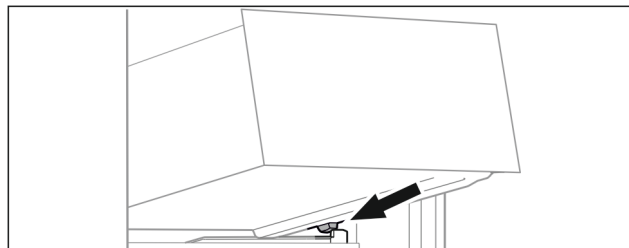

Fig. 67
- ▶ Nasad'te zásuvku šikmo za zářáčky na žebrování na nádoby. (viz Fig. 67)